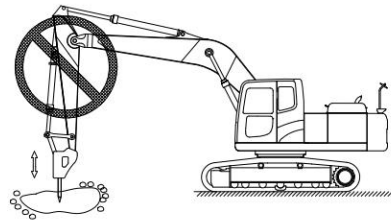

Figura 5-14
- g) É proibido arrancar (conforme Figura 5-14);